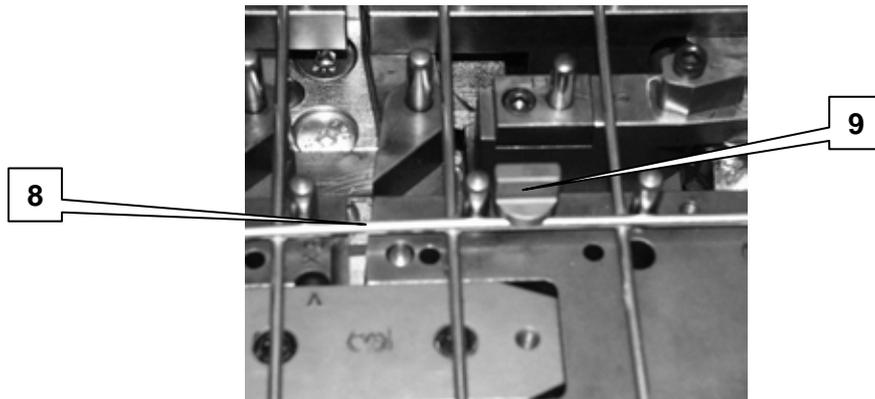

Figura 4.68 – Applicazione manopola
6. Se qualche tratto di filo trasversale **8** è leggermente sollevato (> di 3 mm) o se durante la piegatura i fili tendono a sollevarsi applicare le manopole per trattenere i fili vicino ai bracci. In genere questo inconveniente può essere dovuto ad una passerella deformata nella movimentazione o dalle fasi di piega precedenti. In questo caso è utile applicare la manopola **9** avvitandola in senso orario fino a bloccare il filo (figura 4.68).